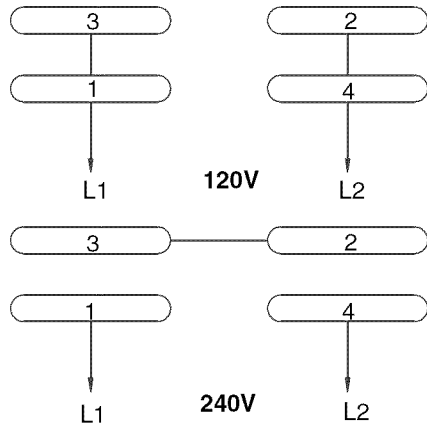

Figura 6 – Diagrama de Cableado
- Consulte el diagrama de cableado (Figura 6) para ver las instrucciones de cableado.